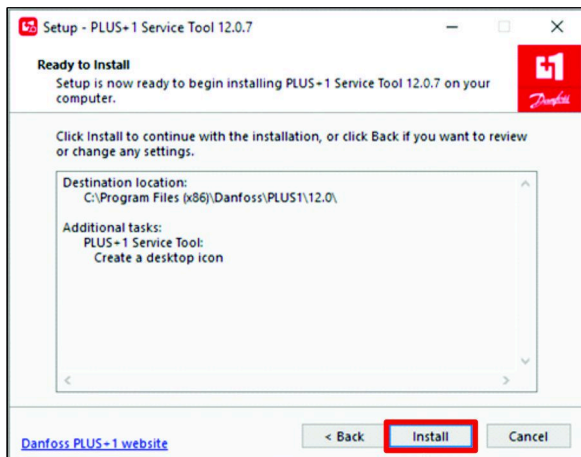

図 26
8. インストールの準備完了ダイアログボックスで、インストールボタン (図 26) をクリックする。